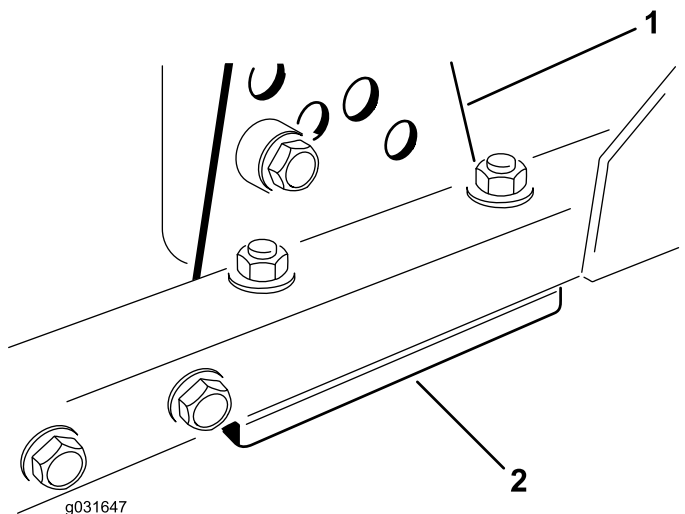

Figura 70
1. Retire el soporte de altura de corte (delantero, izquierdo o derecho) del bastidor de la unidad de corte (Figura 70).
2. Coloque suplementos de 1.5 mm (0.06") y/o 0.7 mm (0.03") entre el bastidor de la unidad de corte y el soporte hasta lograr la altura de corte deseada (Figura 70).
3. Instale el soporte de altura de corte en el bastidor de la unidad de corte con los suplementos restantes colocados debajo del soporte de altura de corte (Figura 70).